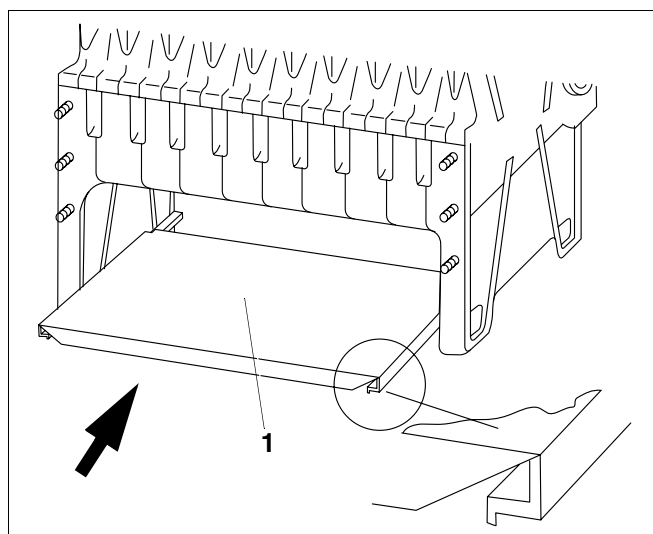

Fig. 37 Insertion de la tôle de fond
- Insérer la tôle de fond (fig. 37, **pos. 1**) dans le foyer, face ouverte vers le bas.